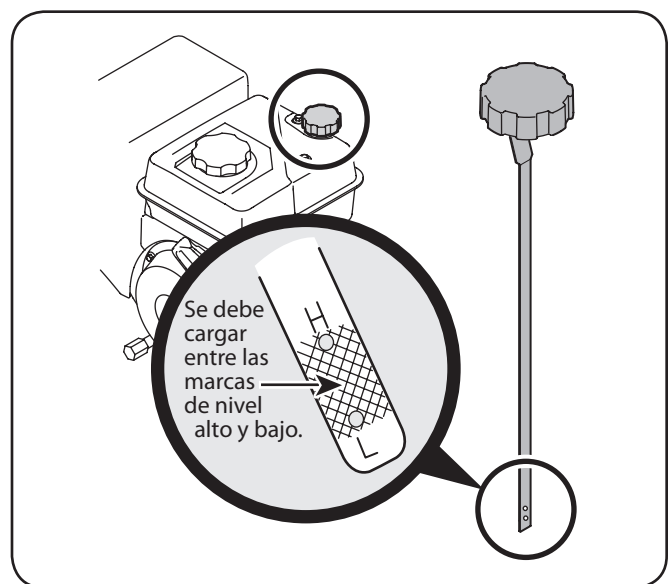

Figura 3-4
- Mantenga el nivel de aceite entre las marcas "H" y "L" de la varilla de medición. Vea la Figura 3-4.
1. Retire el tapón de llenado/varilla de medición de aceite y limpie bien la varilla. Vea la Figura 3-4.
3. Saque el tapón / la varilla de medición de aceite. Si el nivel es bajo, agregue lentamente aceite hasta que el nivel registrado esté en un punto intermedio entre alto (H) y bajo (L), Figura 3-4.